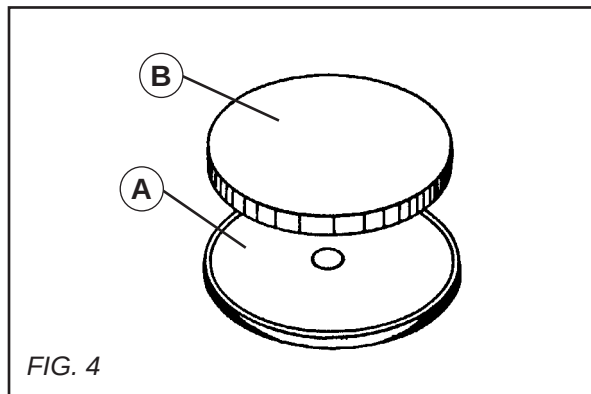

FIG. 4
• PLATEAU PORTE FEUTRE [VOIR FIG. 4] :